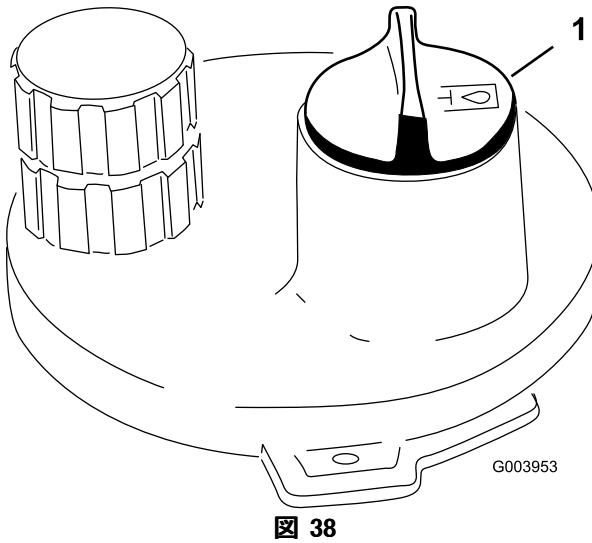

図 38
3. 油圧オイルタンクの注油口周辺をきれいに拭き、キャップ (図 38) を外す。給油口からキャップを取りる。